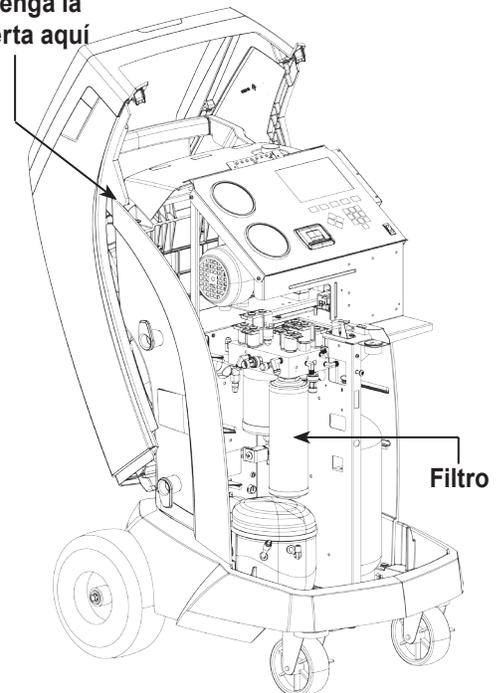

Figura 8
3. Sostenga la cubierta en la parte posterior de la máquina como se muestra en la Figura 8.
6. Instale el nuevo filtro enroscándolo hacia la derecha. Verifique que el filtro esté colocado correctamente, como se muestra en la Figura 8. Apriete el filtro a 20 Nm.